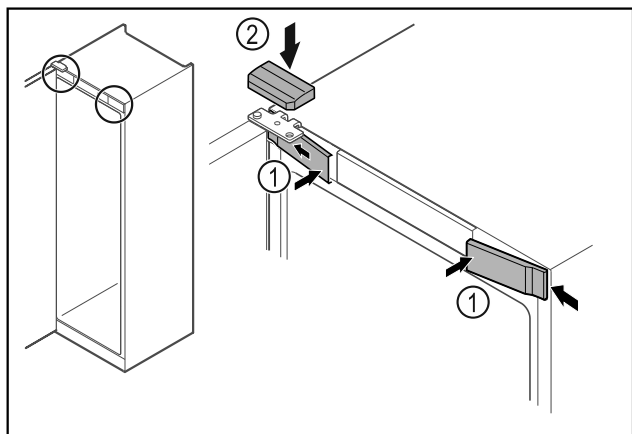

Fig. 62
- ▶ Przednie osłonki Fig. 62 (1) założyć z boku i zaczepić.
- ▶ Górną osłonkę Fig. 62 (2) zaczepić od góry.